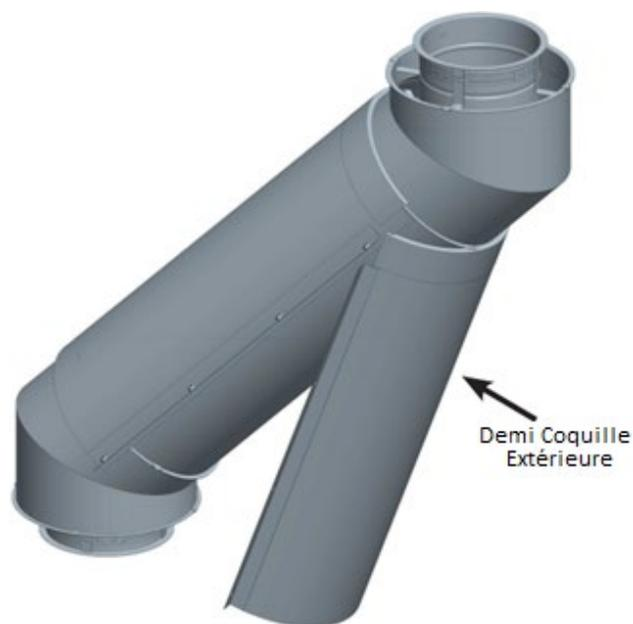

Figure 19 - Étape 11 - Installation des demi-boîtiers extérieurs
**Étape 11** - Installez les demi-coquilles extérieur en assoyant la partie bridée de la demi-coquille sur la section du dessus, et qui va couvrir toute la paroi intérieure même jusqu'à la section du bas, en plus d'un chevauchement de plus le 1" par-dessus la section du bas. Voir figure 19.